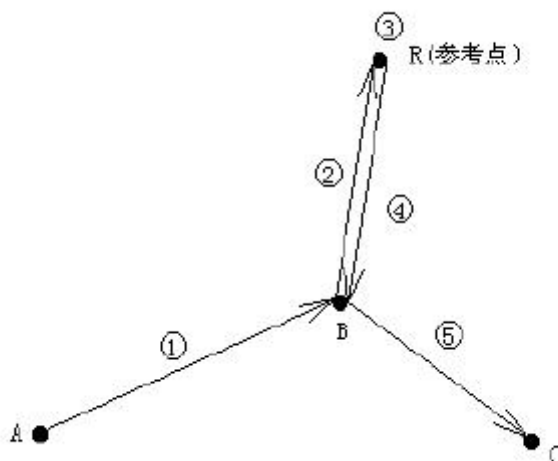

图 3-15 G28 回参考点示意图
1. G28 程序段的动作可分解成如下（参见图 3-15）：